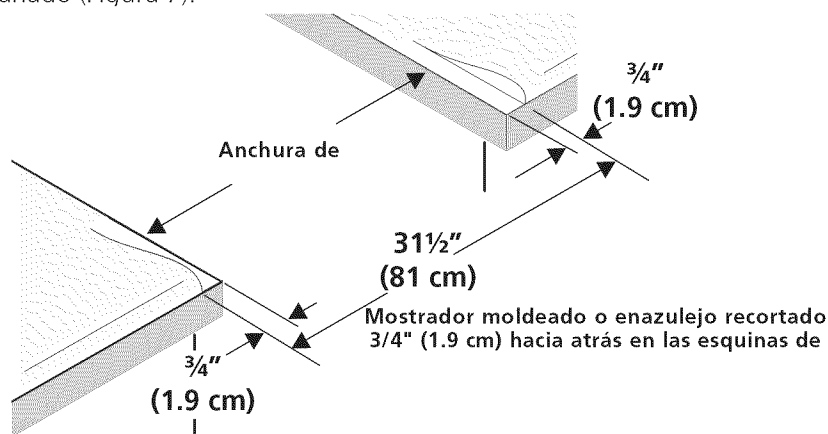

Figura 7
- **El reborde de frente de mostradores moldeados** deben tener bordes moldeados a $\frac{3}{4}$ " (1.9cm) a partir de cada extremidad de la apertura (Figura 7).
- **Los mostradores enazulejos** deberán necesitar un recorte de $\frac{3}{4}$ " (1.9 cm) a partir de cada extremidad y/o un borde redondeado aplanado (Figura 7).